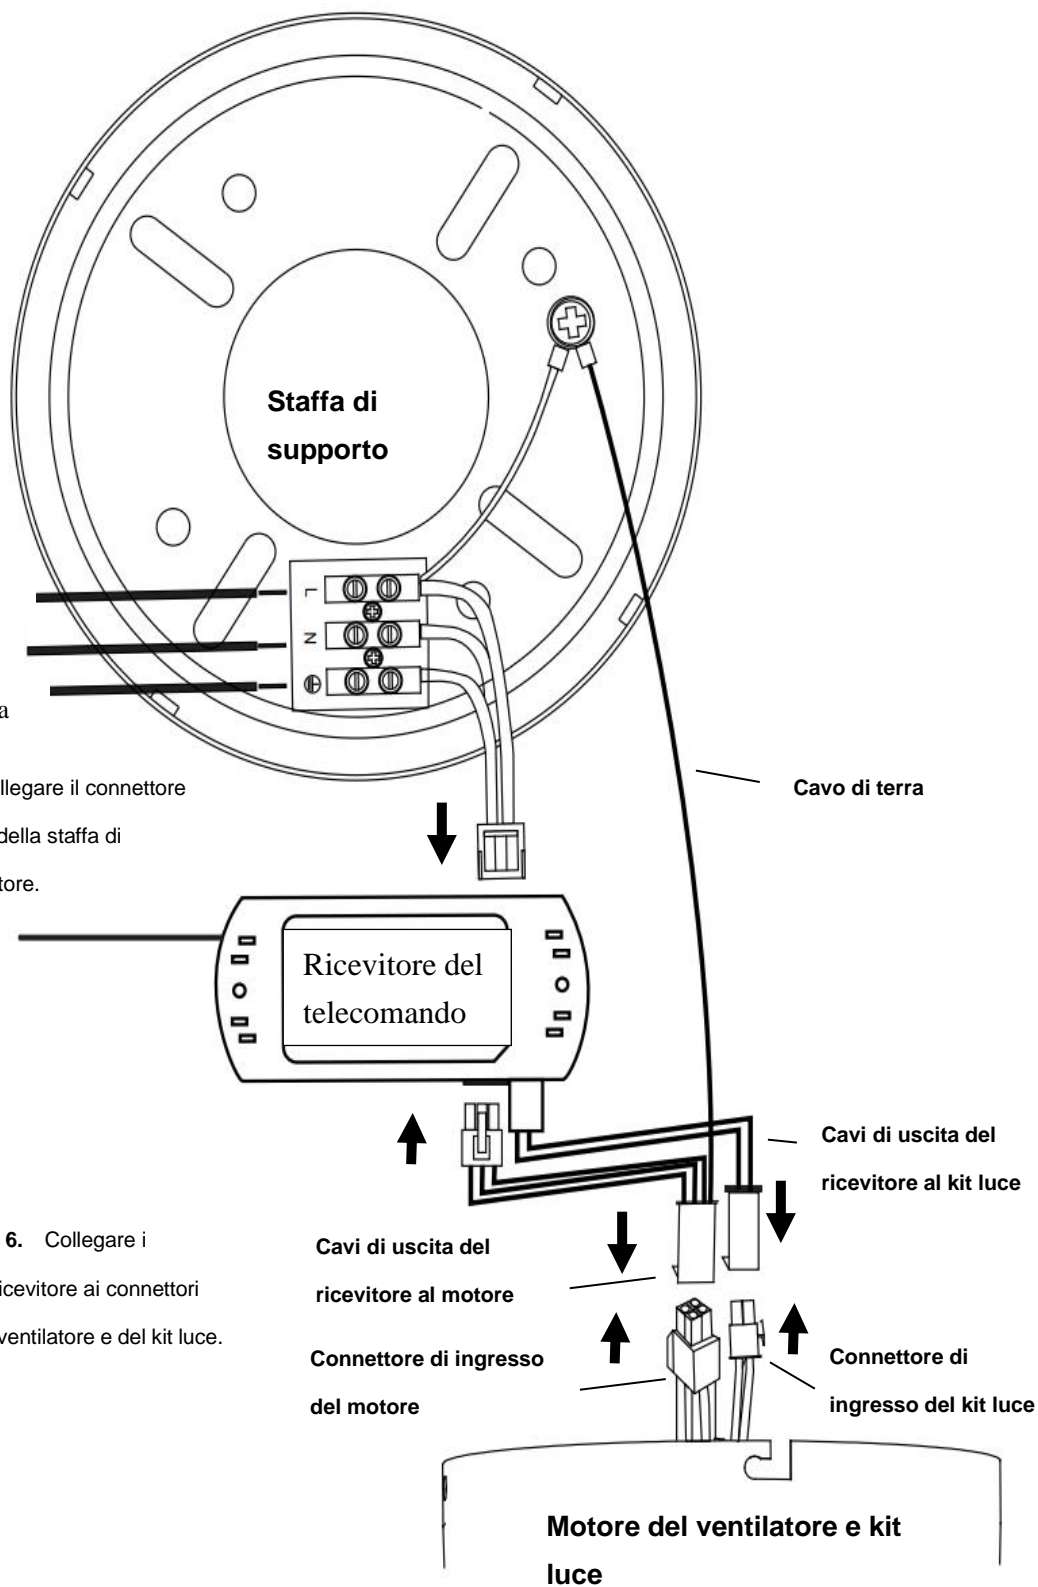

Fig. 4
PREPARAZIONE E INSTALLAZIONE DEI CAVI ELETTRICI - SCHEMA DI DIAGRAMMA (FIG. 4)
Dall'impianto elettrico alla morsettiera sulla staffa di supporto (Fig. 4)
Dalla staffa di supporto al ricevitore e al motore (Fig. 4)
2. Collegare i cavi di uscita del ricevitore del telecomando (dalla staffa di supporto con cavo di terra) all'uscita del ricevitore del telecomando (**Fig. 4**). Collegare i cavi di uscita del ricevitore del telecomando con cavo di terra (dalla staffa di supporto con cavo di terra) all'ingresso del motore del ventilatore (**Fig. 4**).